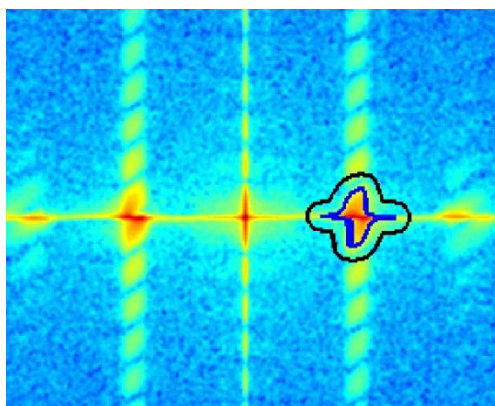

Figura 3.9: Esempio di filtro secondo la FFT, dopo aver applicato un prefiltraggio Gaussiano.
- Corsore “Soglia di taglio guida”: è la percentuale che viene applicata al valore del picco di massimo della FFT. Essa quindi determina la curva di livello su cui fare passare il taglio che diventa esterno (e quindi “1° Taglio”) o interno (e quindi “2° Taglio”) a seconda della spin box “TG = Taglio 1” o “TG = Taglio 2” scelta come di seguito descritto. In figura 3.9 è mostrato a scopo esemplificativo un filtro con valore di soglia troppo bassa (a sinistra) e quindi inefficace, in quanto includente la componente continua; il valore di soglia impostato correttamente genera invece il filtro mostrato a destra.